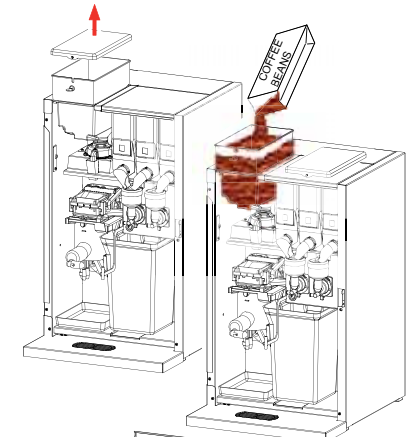

Abb. 26
1. Öffnen Sie die Bohnenbehälter (Abb. 26) mit dem Schlüssel.